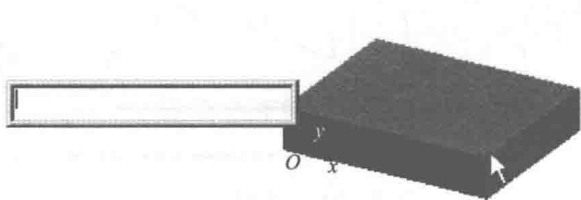
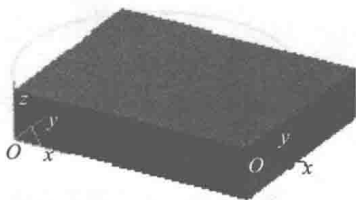

图 1-6 输入坐标系名称
图 1-7 生成后的坐标系
- ③ 给出坐标原点。
④ 弹出输入框，在此输入坐标系名称，按回车键确定，如图 1-6 所示。生成坐标系如图 1-7 所示。
- (2) 三点方式：给出坐标原点、 x 轴正方向上一点和 y 轴正方向上一点生成新坐标系。